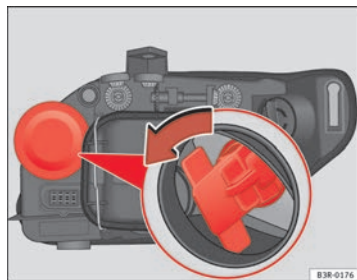

Fig. 209 Ampoule du clignotant
- Retirez le support d'ampoules en le saisissant par la base et en tournant dans le sens des aiguilles d'une montre ⇒ fig. 209.